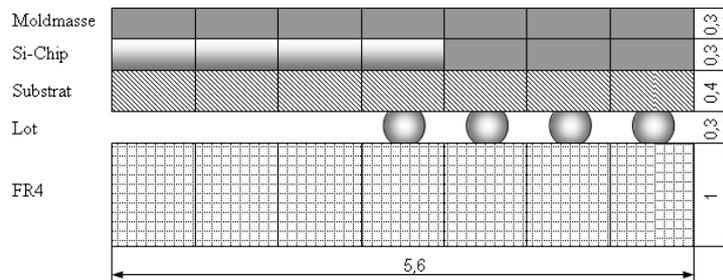

Abbildung 2: Problemstellung, 2-dimensionaler Ausschnitt
8. Klicken Sie im Set Manager auf **Create...**, um das nächste Set zu definieren. Wiederholen Sie die Schritte 4 bis 6, bis alle Bereiche gleichen Materials (siehe Abb. 2) ins Sets zusammengefasst sind und der Set Manager folgende Sets aufweist: